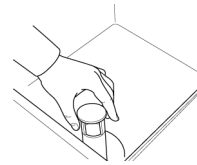

Abb. 41
- 4- Öffnen Sie die Tür und entfernen Sie den Überlauf. (Abb. 41)